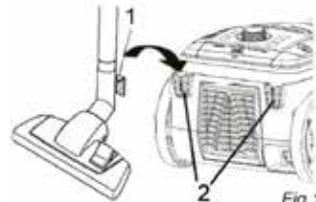

Fig.16
- Vid förvaring eller när du tar en paus i arbetet kan du haka fast kroken för parkering/förvaring (bild 16/1) i parkeringshållaren (bild 16/2).